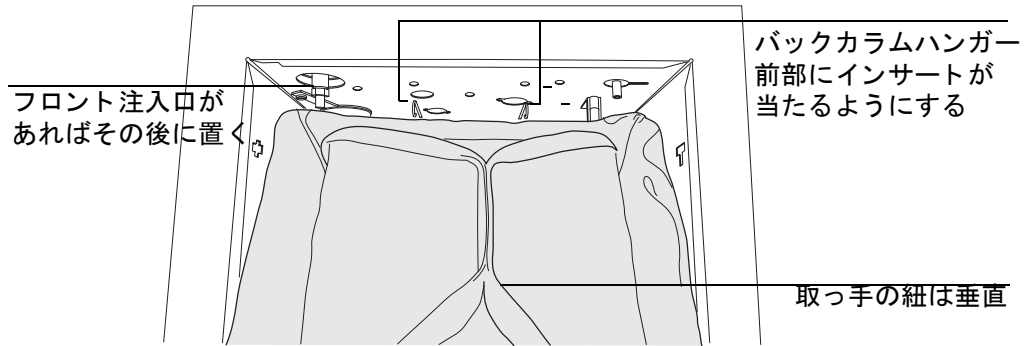

図 17. バックハンガーの前にインサートを取り付ける
- オープンインサートの向きを下の図 17 に示されるよう持ちます。インサートの上端を奥に入れて、フロント注入口 / 検出器のカラム取り付け口と、バックカラムハンガーの間に挿入します。